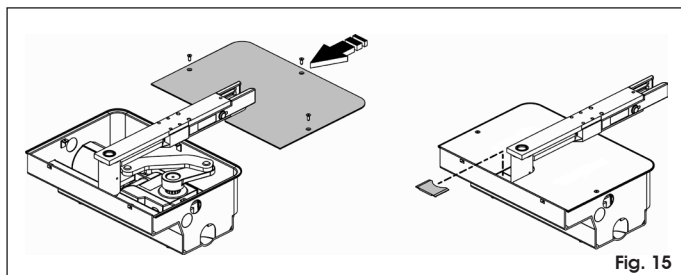

Fig. 15
4. Fixer le couvercle du caisson portant au moyen des vis fournies (Fig. 15).